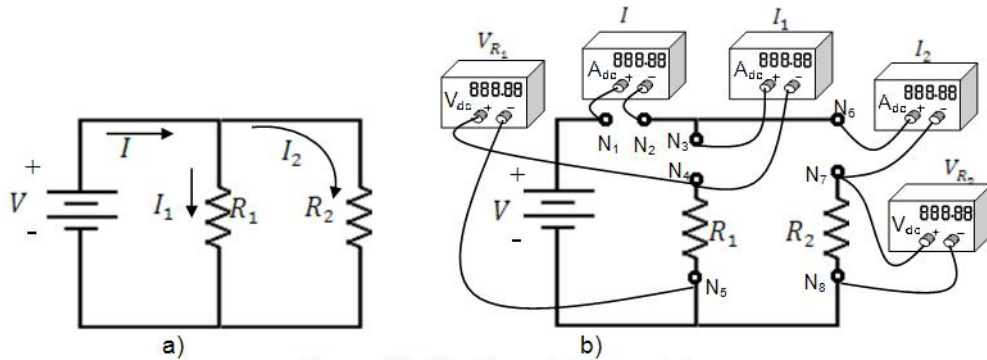

Figura 4.2. Circuito resistivo paralelo.
a).- En el primer caso se analiza el funcionamiento del circuito resistivo paralelo con elementos cuyos valores no genere algún problema a la fuente de alimentación. Construya el circuito de la figura 4.2, con $V = 20$ volts y seleccione las resistencias que estén dentro del rango siguiente $2\text{K}\Omega \leq R_{\text{Total}} \leq 900\text{K}\Omega$. Mida el voltaje en R_1 , R_2 y las corrientes indicadas en el circuito. Llene la tabla 4.4
b).- En segundo caso se analiza el funcionamiento del circuito resistivo paralelo con elementos cuyos valores requieren de más corriente que la corriente máxima de la fuente de dc. Construya el circuito de la figura 4.2, con $V = 20$ volts, seleccione las resistencias que estén dentro del siguiente rango $500\Omega \leq R_{\text{Total}} \leq 1600\Omega$. Antes de construir el circuito calcule la potencia de las resistencias (llene la tabla 4.5), para seleccionar los elementos de la potencia adecuada. Mida el voltaje, corriente en cada resistencia del circuito y llene la tabla 4.5
c).- En el tercer caso se analiza el funcionamiento del circuito resistivo paralelo con elementos cuyos valores son de $\geq 1\text{M}\Omega$. Construya el circuito de la figura 4.2, con $V = 20$ volts y seleccione las resistencias cuyo valor sea $\geq 1\text{M}\Omega$. Antes de construir el circuito calcule la potencia de las resistencias (llene la tabla 4.6). Mida el voltaje y corriente en cada resistencia del circuito. Llene la tabla 4.6